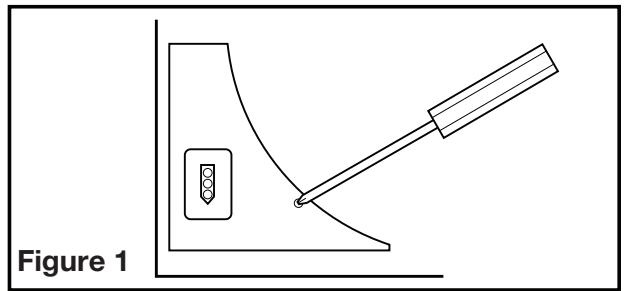

Figure 1
2. Enlever le couvercle du compartiment à câble et le ranger dans l'emballage jusqu'à ce que vous en ayez besoin afin qu'il ne soit pas perdu ou endommagé (Figure 1).